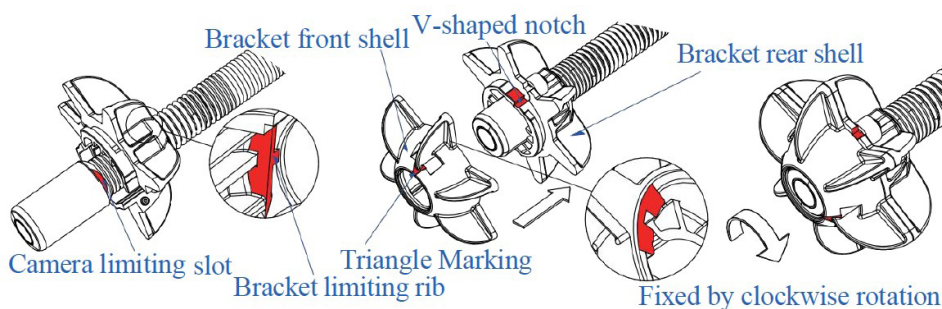

Figura 11. Installazione delle guide di supporto da 80 mm
5.1.b Installare le guide di supporto da 80 mm (Figura 11)